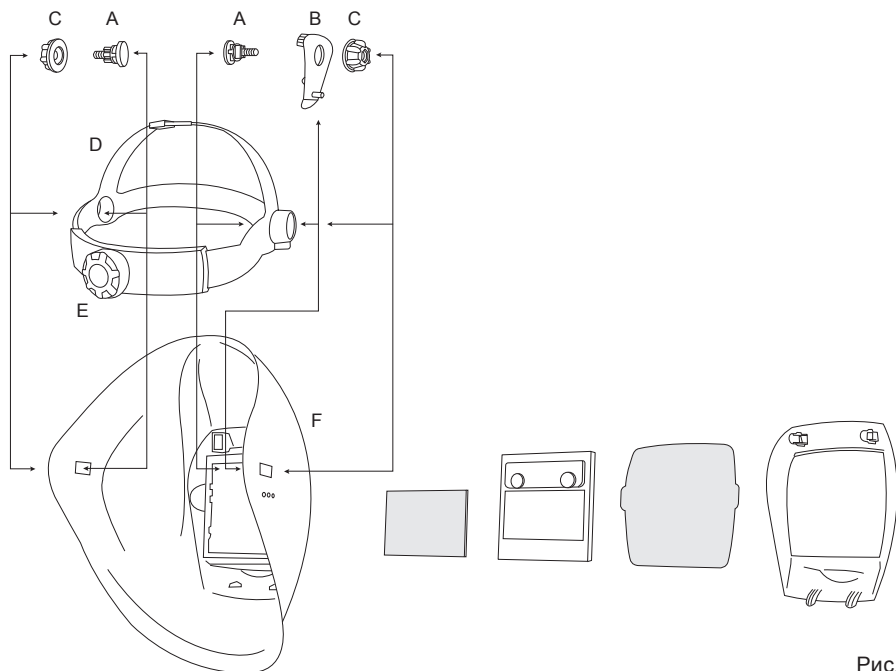

Рис. 1
1. Вставьте винты (A) в отверстие на механизме крепления (D).
2. Вставьте механизм головного крепления (D) в маску (F), как показано на рис. 1 и протолкните винты (A) в прямоугольные отверстия в маске.
3. С правой стороны между винтом (A) и маской (F) вставьте пластину для регулирования наклона (B) таким образом, чтобы штырек закрепился в одном из трех предназначенных для этого отверстий в маске. Для оптимального комфорта выберите подходящее отверстие.
4. Прикрутите шайбы (C) на винты (A). Прежде чем окончательно затянуть их, отрегулируйте расстояние от маски и фильтра до глаз и лица, используя квадратные отверстия.
5. Отрегулируйте крепежный механизм (D) в соответствии с размером головы при помощи заднего ролика (E). Нажмите на колесико. Удерживайте его в нажатом положении во время регулировки. Достигнув необходимого положения, отпустите колесико, и крепежный механизм будет зафиксирован в установленном положении.